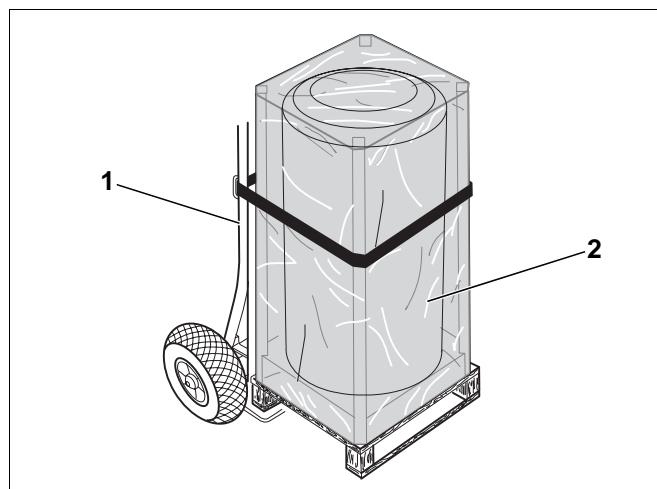

Fig. 3 Trasporto dell'accumulatore-produttore di acqua calda con il carrello per trasporto caldaie
- Posizionare il carrello per trasporto caldaie (fig. 3, pos. 1) sul lato posteriore dell'accumulatore di acqua calda imballato (fig. 3, pos. 2).